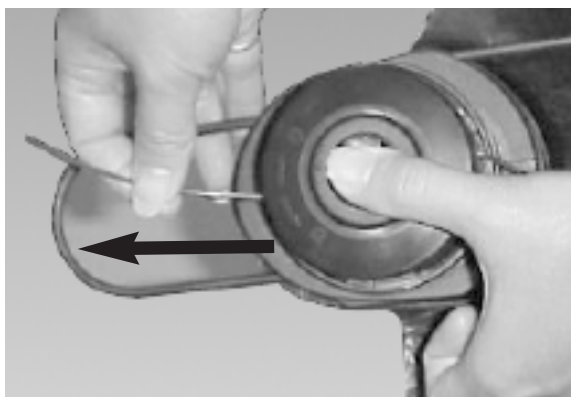

Fig. 30
9. Para probar si la línea está avanzando adecuadamente, presione el botón con su pulgar mientras jala la línea con sus dedos. La línea deberá avanzar libremente. (Fig. 30)